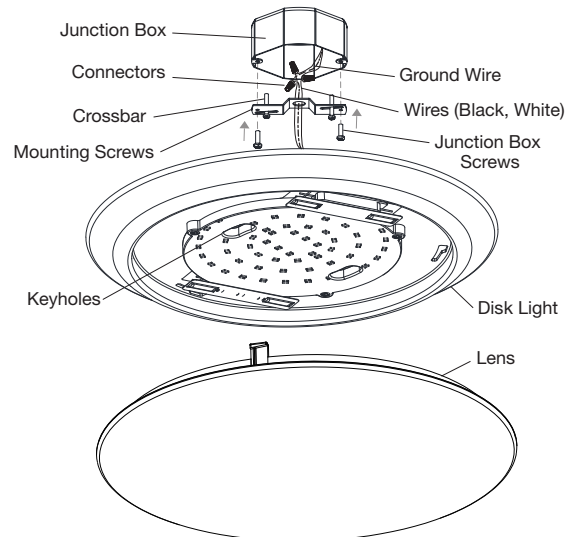

FIGURE 1
2. Select color temperature using the switch. See Figure 1.
2. Sélectionnez la température de couleur à l'aide du commutateur. Voir la Figure 1.